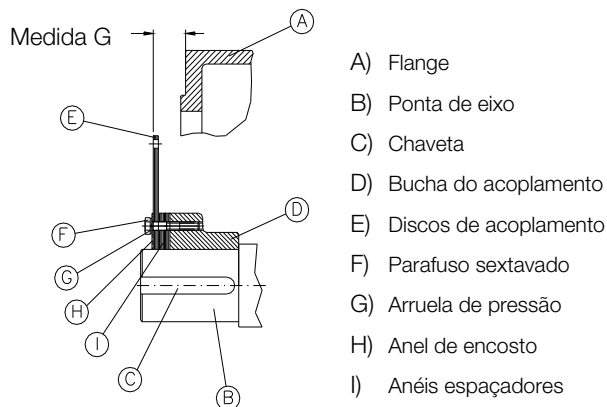

Figura 4.14: Procedimento para alteração da medida G
Caso seja necessário alterar a medida "G", a posição dos discos de acoplamento (E) deve ser alterada. Para isso basta retirar ou adicionar os **anéis espaçadores (I)**, conforme indicado na Figura 4.14.